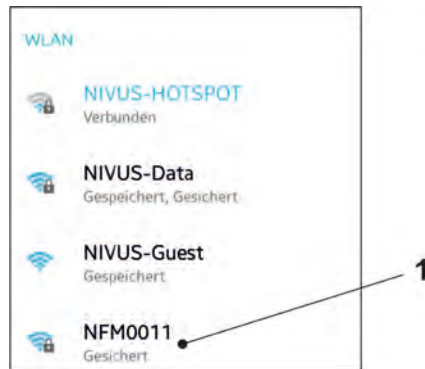

Abb. 32-4 WLAN-Liste
4. In der WLAN-Liste das NFM (Abb. 32-4 Pos. 1) mit der entsprechenden SSID (Auslieferungszustand = Seriennummer) anwählen.